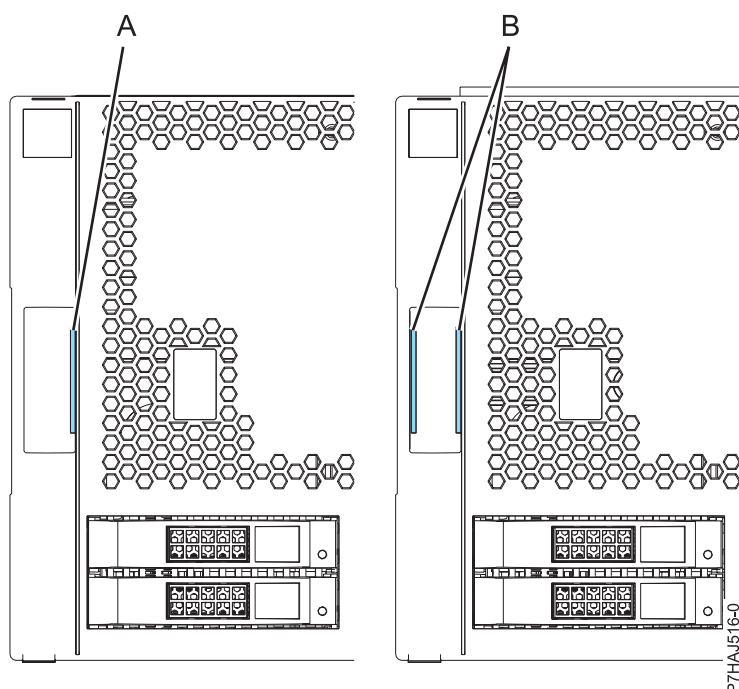

Figure 35. Identification des anciens et des nouveaux capots
Remarque : Les anciens capots fournis avant le 1er mars 2011 sont reconnaissables à la bande bleue unique (A) située sur les taquets du capot. Les nouveaux capots (livrés après le 1er mars 2011) possèdent deux bandes bleues (B). Voir figure 35.